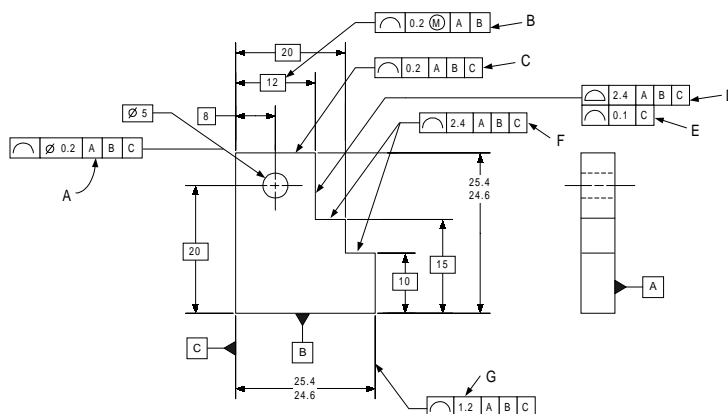

Figura 3
6. Indique si cada control de perfil en la Figura 3 es válido o no.